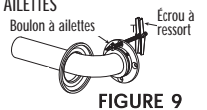

FIGURE 9
6. À l'autre extrémité de la barre d'appui, insérez un (1) des trois (3) BOULONS À AILETTES fournis dans n'importe quel des orifices de montage de la barre d'appui. Insérez un écrou à ressort à l'extrémité du BOULON À AILETTES comme le montre la figure (voir figure 9), en le vissant sur le boulon (environ trois tours). Répétez cette étape pour les deux (2) BOULONS À AILETTES restants.